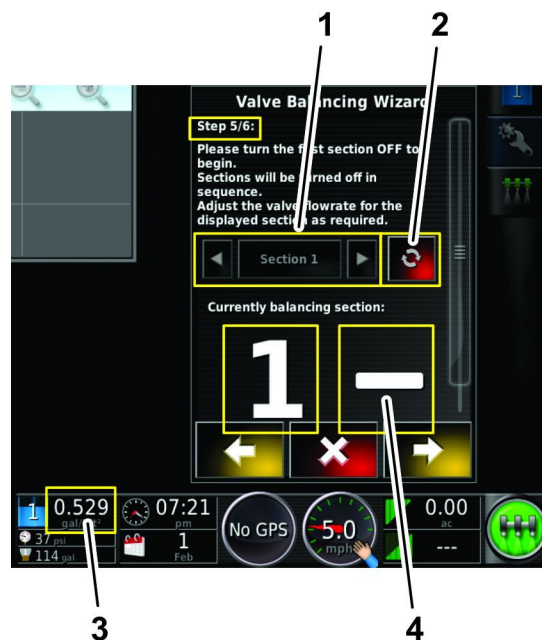

Figura 145
- Il volume di applicazione della valvola di sezione è troppo alto (Figura 145).
- Premete l'icona di Accensione/Spegnimento delle sezioni (Figura 145) per spegnere la valvola delle sezioni (rossa).
- A. Premete l'icona di Accensione/Spegnimento delle sezioni (Figura 145) per spegnere la valvola delle sezioni (rossa).